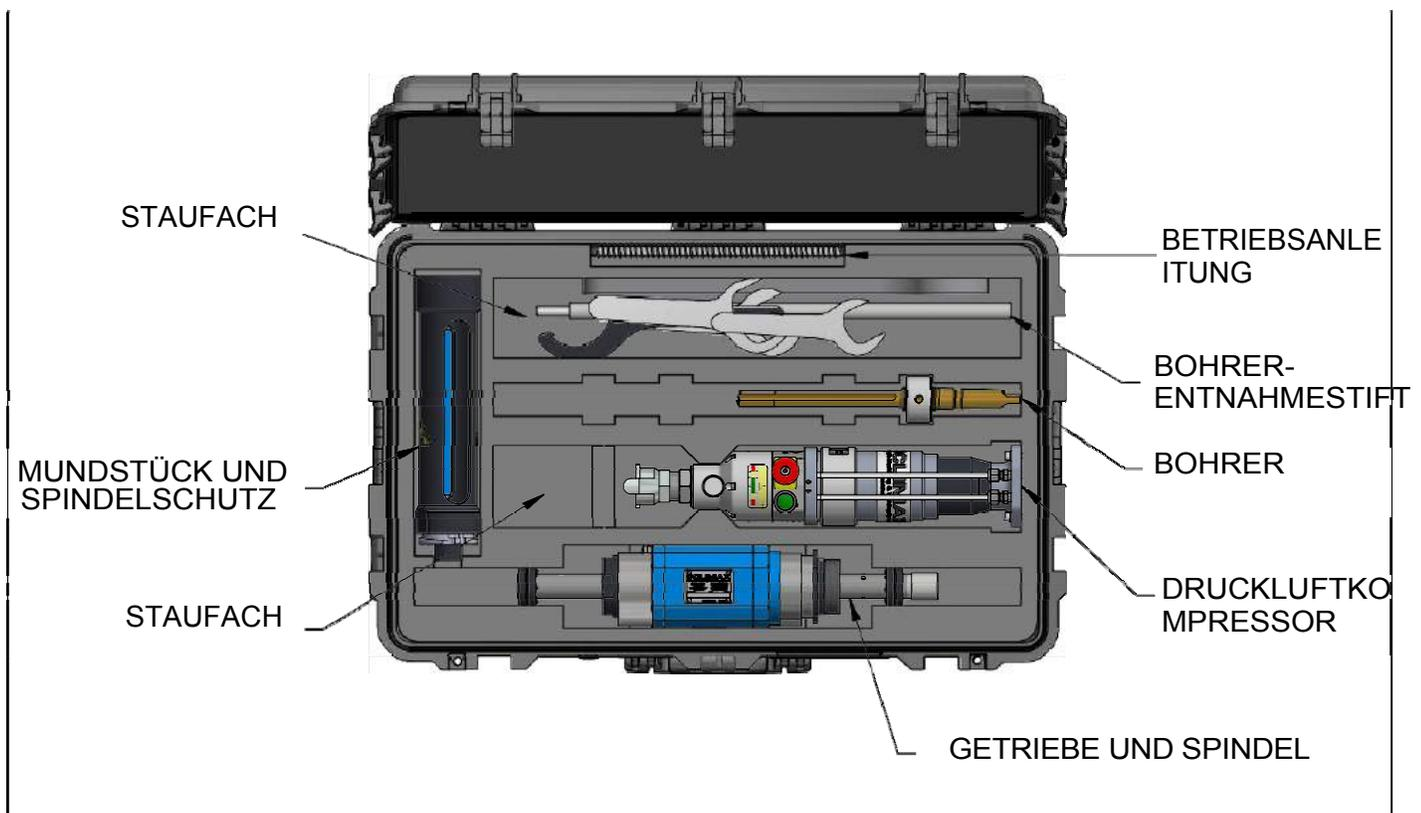

ABBILDUNG 6-1. PD3000 BEHÄLTER-LAYOUT
Die mobile Bohrmaschine PD3000 kann in dem mitgelieferten Pelican Versandbehälter gelagert und versendet werden (Abbildung 6-1). Als kurzzeitige Lagerung gilt eine Lagerung von weniger als drei Monaten. Gehen Sie zur Kurzzeitlagerung wie folgt vor:
4. Legen Sie die Komponenten wie in Abbildung 6-1 gezeigt in den Lagerungsbehälter.
Die Anforderungen an die Lagerung sind in Tabelle Abbildung 6-1 aufgeführt.